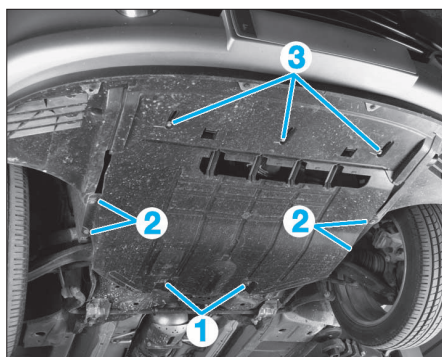

FIG. 1
- Déposer le cache sous moteur (Fig.1) :
- déposer les écrous (1) et les vis (2)